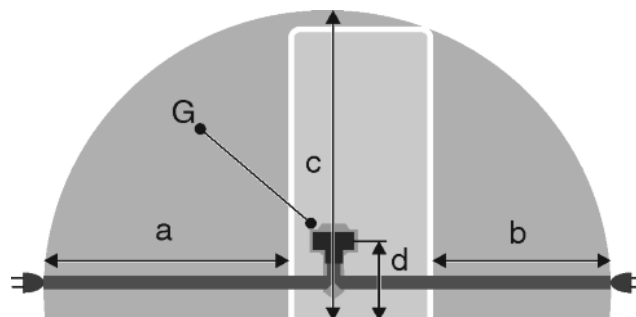

Fig. 20
- Розетка знаходиться за межами зони задньої стінки пристрою у заданому діапазоні Fig. 20 (a, b, c).
- ▶ Штекер пристрою Fig. 20 (G) вставити на задній стінці пристрою. Слід звернути увагу на належну фіксацію.